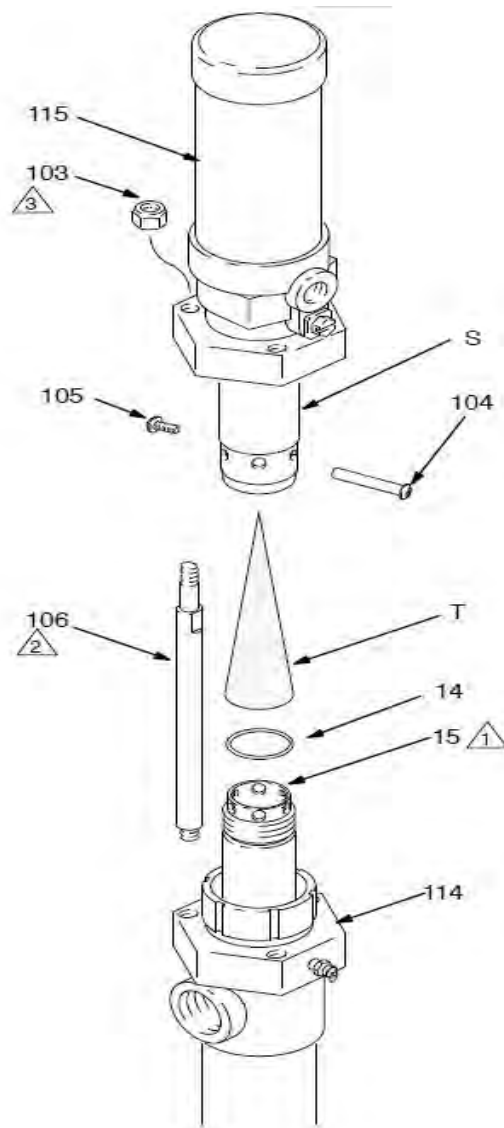

図 6
3. 図 6 を参照してください。タイロッドロックナット (103) をねじって外します。
4. ネジ (105) とバレル (104) のネジを緩めて、取り外します。
5. エアモーター (115) を置換ポンプ (114) から持ち上げて外します。置換ロッド (15) を接続ロッド (S) から取り外します。
1. エアモーターの再接続の際は、置換ロッド (15) のネジ山でリチウムベースのグリースを使用してください。Oリング (14) がロッドの所定位置にあることを確認します。
2. マフラー (T) をエアモーター接続ロッド (S) に挿入してください。図 6 で示されている要領で行います。
3. 置換ロッド (15) をエアモーター接続ロッドに手でしっかりと締めて、バレルとネジのセット (104 と 105) を設置します。
4. ネジ山シーラントをタイロッド (106) のネジ山に塗布します。きちんと揃うように、まずタイロッドロックナット (106) をタイロッドに緩くネジ留めしてから、15 N•m (8 ft-lb) のトルクで均一に締めます。